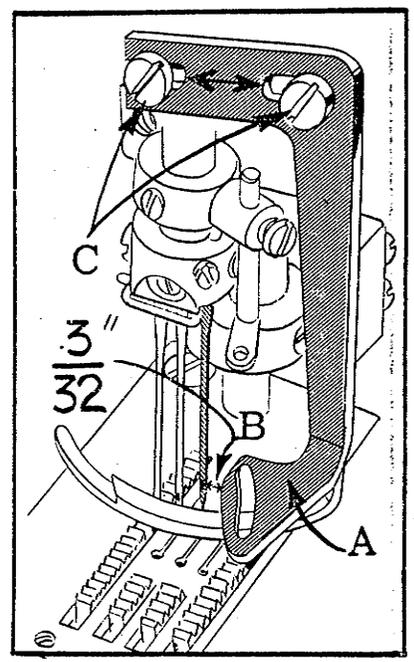

Fig. 40
Fig. 40 El guía-hilo fijo del recubridor (A) deberá estar separado de la aguja derecha aproximadamente $3/32$ " (2.38 mm.) en el punto (B). El ajuste se realiza aflojando los tornillos (C) y moviendo el guía según sea necesario. Apriete de nuevo firmemente los tornillos después del ajuste.